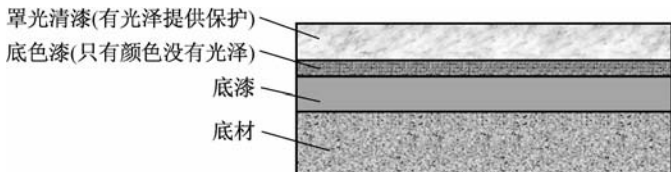

图 8-5 双工序面漆结构
(2)双工序或多工序面漆。双工序面漆结构如图 8-5 所示。双工序是指面漆需要分两次施工来获得。第一次要喷涂底色漆,底色漆为金属漆或珍珠漆,干燥以后只能提供遮盖力,展现出绚丽的金属光泽。第二次要喷涂罩光清漆,罩光清漆层能提供光泽度和抗机械损伤的能力。底色漆层和清漆层合起来构成面漆层,现代轿车绝大多数都是双工序或多工序面漆。